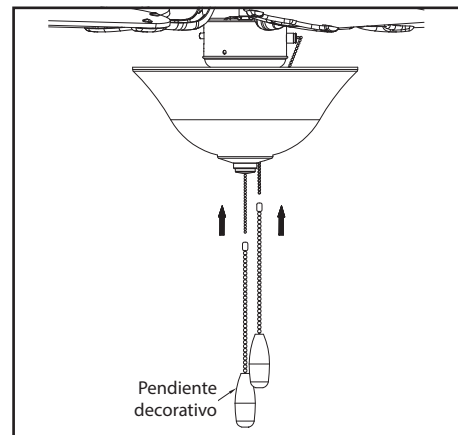

Figura 16
8. Instala las cadenas de extensión y pendientes decorativos del interruptor de cadena (Figura 16).